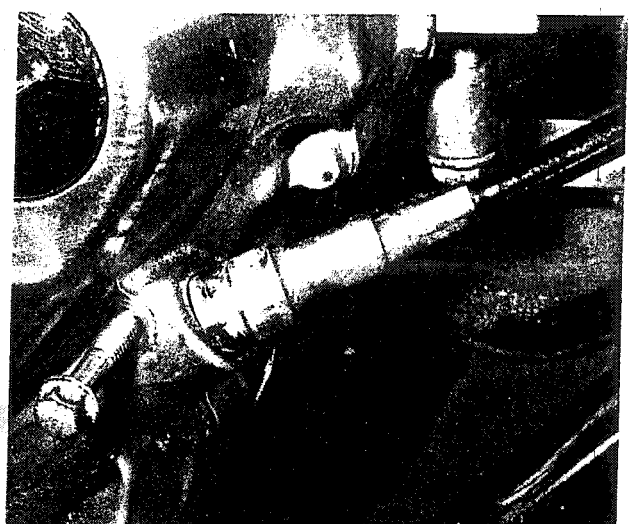

Bild 164
- Die Antriebswelle des Drehzahlmessers in den Primärtriebsdeckel einführen und mit einer Schraube sichern. Falls sich der Mitnehmer der Welle nicht einführen lässt, muss der Motor mit dem Kickstarter durchgedreht werden (Bild 164).